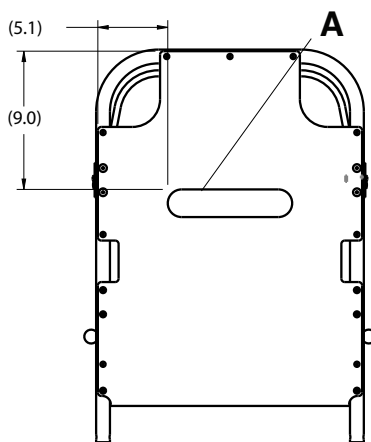

Figura 1 – Aplique o Velcro® na cabeceira de Fowler
6. Remova o revestimento do **Velcro®** na cabeceira de Fowler (A) e aplique o **Velcro®** na superfície da cabeceira de Fowler (Figura 1).